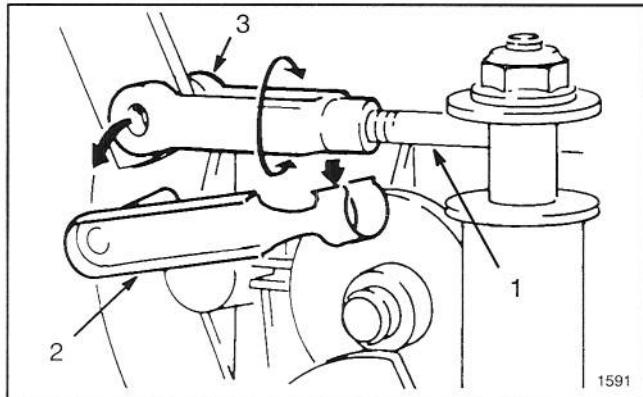

Figure 18
14. Chercher l'extrémité de la tige d'embrayage de la lame, du côté gauche de la transmission (Fig. 18). Retirer la pièce de retenue de la chape et visser ou dévisser la chape pour raccourcir ou allonger la tige jusqu'à ce que l'écart entre la courroie et la poulie de renvoi soit correct.